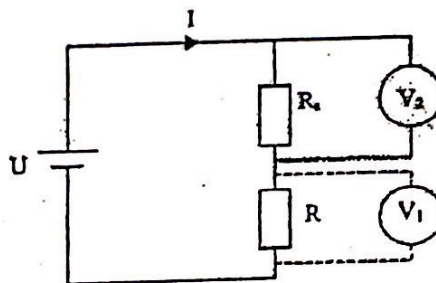

Figure 4 : Schéma de principe de la méthode de comparaison
- Réaliser le montage de la figure 4